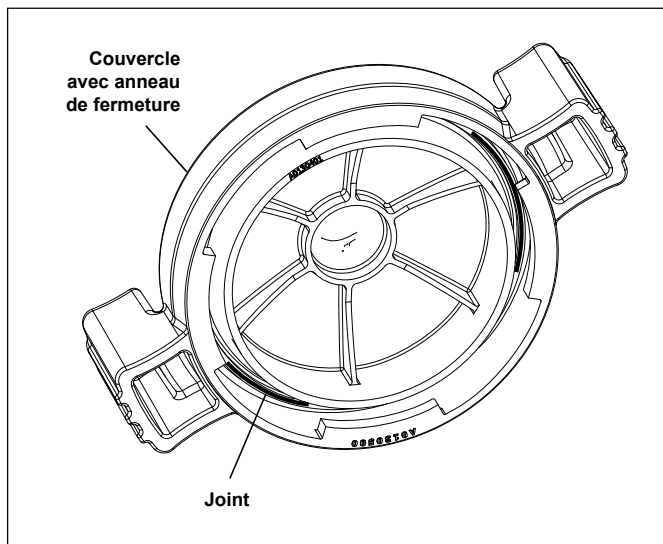

Figure 11. Joint torique dans l'ensemble couvercle
4. En suivant les inscriptions sur l'anneau de fermeture, tourner l'anneau selon le sens antihoraire jusqu'à ce que le repère « START » s'aligne sur les ports. Voir les Figures 11 et 12.